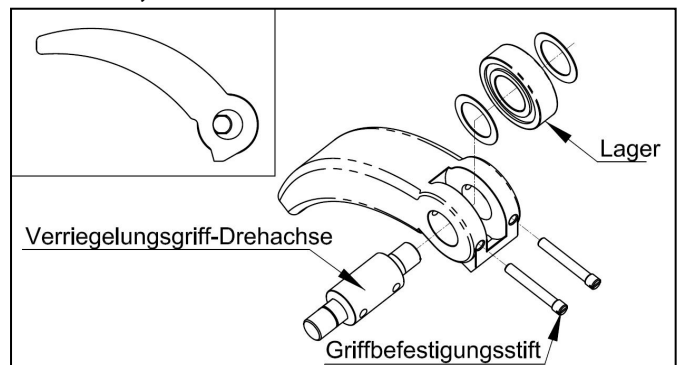

Abb. 9-9
(9) Entfernen Sie das Lager, indem Sie einen kleinen Schlitzschraubendreher verwenden, um die beiden Griffedern herauszunehmen, und ziehen Sie die Griffschaft heraus, wie in Abbildung 9-9 dargestellt.